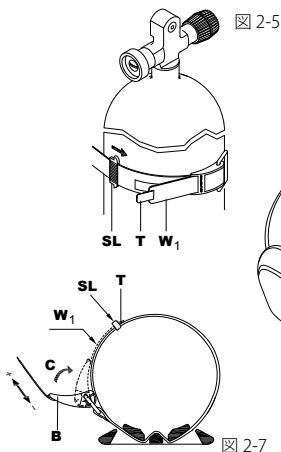
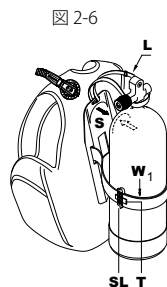

図 2-5
図 2-6
- 2) BCのバックプレートが固いタイプの場合、タンクショルダーにバックプレート(S)の位置を決め、その状態からストラップを締めてください(図 2-5 および 2-7)。固いバックプレートのBCでは、タンクローケーターストラップ(L)(図 2-6)をタンクのパルプネックに巻き、ストラップで締め付けしている間にBCが滑り落ちるのを防ぎます。一度正しく調節されれば、BCのタンクへの正しいポジションを簡単に繰り返し再設定することができます。
- 3) バックルを締めてください(C)(図 2-7)。ストラップがきつ過ぎたり緩過ぎたりする場合は、ベルクロとバックルを開きクイックリリースベルト(W1)のストラップの長さを再調節してください(図 2-5)。より安全のため、ループ(SL)(図 2-5)をストラップエンド(T)までスライドさせてください。固いタイプのバックプレートをもつBCでは、BCに固定されたタンクのおかげで、バックプレートに統合されたハンドルを使ってユニット全体をもちあげることができます。ユニットを振ってタンクが適切に締め付けられているか確認してください。